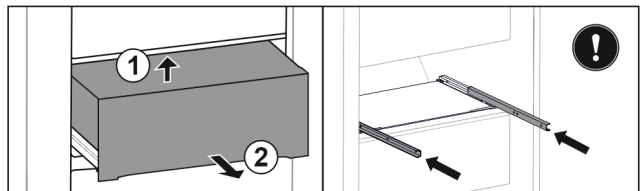

Fig. 29 \*
- ▶ Підняти знизу назад Fig. 29 (1)\*
- ▶ Витягнути вперед Fig. 29 (2)\*